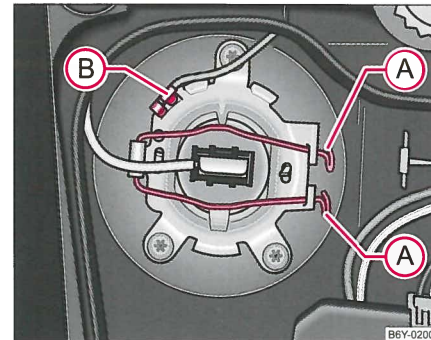

Fig. 175 Afmontering af pære til fjernlys
- Stik stikforbindelsen **(B)** ⇒ side 229, fig. 175 sammen.